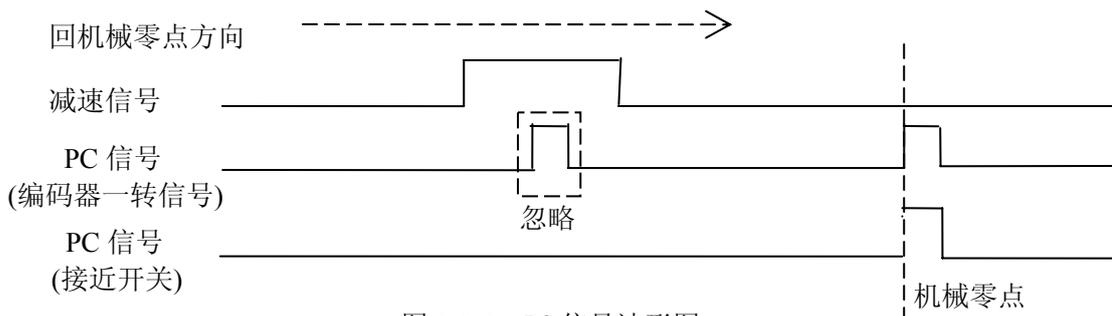

图 2-1-9 PC 信号波形图
① 用户应提供的 PC 信号的波形如下图 2-1-9 所示: